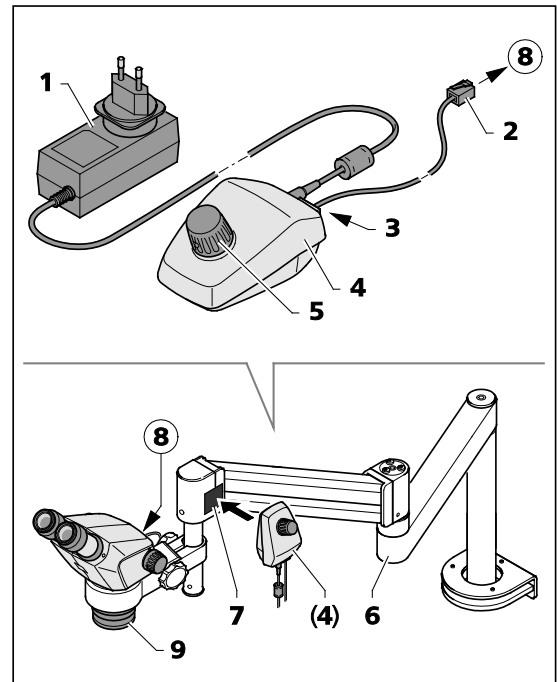

Bild 24 Controller K LED
Der Controller K (Bild 24/4) dient zur Ansteuerung der Vertikalbeleuchtung des Stemi 305 Körpers oder der Ringleuchte bei Anwendungen mit Auslegerstative A oder U oder weiteren Stativen.
- Vorsatzsystem 0,5x/185 mm (Bild 24/9) an den Mikroskopkörper anschrauben.
- Bei Verwendung der Ringleuchte diese mittels mitgeliefertem Adapter (Durchmesser innen 58 mm, außen 66 mm) an das Vorsatzsystem (Bild 24/9) adaptieren.
- Die Magnetplatte (Bild 24/7) mit der klebenden Seite am Schwenkarmstativ befestigen.
- Das mitgelieferte Anschlusskabel (1 m Länge) (Bild 24/2) in die Buchse (Bild 24/8) am Mikroskopkörper bzw. Ringleuchte und in die Buchse (Bild 24/3) an der Rückseite des Controllers K (Bild 24/4) einstecken.
- Den Controller K (Bild 24/4) an die Magnetplatte (Bild 24/7) ansetzen.
- Den Controller K mittels Netzteil (Bild 24/1) an das Netz anschließen.
- Das Schwenkarmstativ (Bild 24/6) so ausrichten, dass eine ergonomische Arbeitsposition besteht.
- Durch Drücken des Drehknopfes (Bild 24/5) am Controller K die Vertikalbeleuchtung (oder die Ringleuchte) einschalten und durch Drehung des Knopfes die Beleuchtungsintensität regeln.